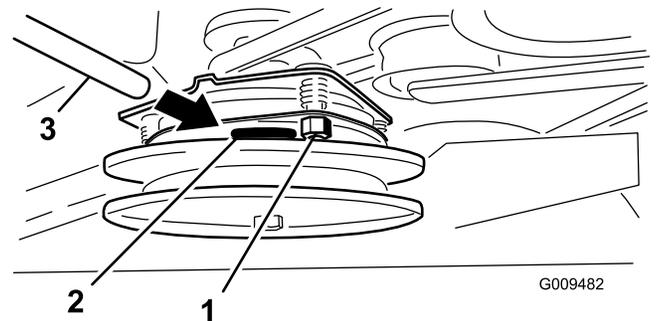

図 57
5. すき間ゲージがかかるくはさまれるがまだ楽に動かせる程度までロックナットを締め付ける 図 57。